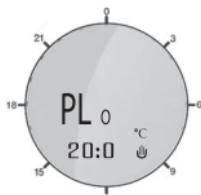

Рисунок 9. Индикация настройки энергосберегающей температуры
Далее для перехода в настройку энергосберегающей (минимальной) температуры необходимо еще раз нажать клавишу меню (3) — на дисплее появится индикация, соответствующая рис. 9. Для изменения текущего значения используйте клавиши ▲ (10) и ▼ (11).